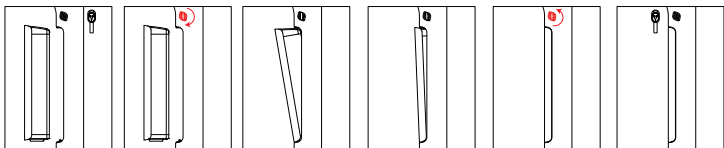

Figure 5
Étape 2: Utilisez la clé pour déverrouiller la batterie (voir Fig. 5). Insérez la clé dans le trou de verrouillage de la batterie et tournez-la dans le sens des aiguilles d'une montre (environ 170°) jusqu'à ce que vous entendiez un déclic et que la batterie sorte. Continuez à tourner la clé jusqu'à ce que vous entendiez un autre déclic, ce qui signifie que la batterie est complètement déverrouillée et peut être retirée. Pour retirer la clé, tournez-la dans le sens inverse des aiguilles d'une montre pour la remettre dans sa position initiale avant de retirer la clé. avant de retirer la clé. Pour installer la batterie, insérez la clé et tournez-la dans le sens des aiguilles d'une montre jusqu'à ce que vous entendiez un clic. Alignez la rainure inférieure de la pile avec la protubérance du support inférieur. Continuez à appuyer sur l'extrémité supérieure. Jusqu'à ce que vous entendiez un déclic, indiquant que la pile est complètement installée. Pour retirer la clé, tournez-la dans le sens inverse des aiguilles d'une montre pour la remettre dans sa position d'origine avant de retirer la clé. N'oubliez pas de toujours remettre la clé dans sa position d'origine avant de la retirer.